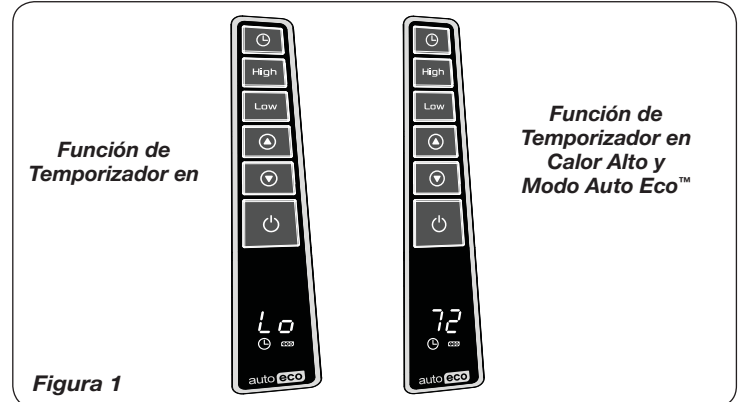

Figura 1
4. Cuando el Calefactor se conecte por primera vez, se oirá un "bip" y la **Luz de Encendido** se encenderá indicando que hay electricidad en la unidad. La **Luz de Encendido** permanecerá encendida hasta que el Calefactor sea desconectado del tomacorriente eléctrico. (Figura 1)
FUNCIÓN DE TEMPORIZADOR (Figura 1)